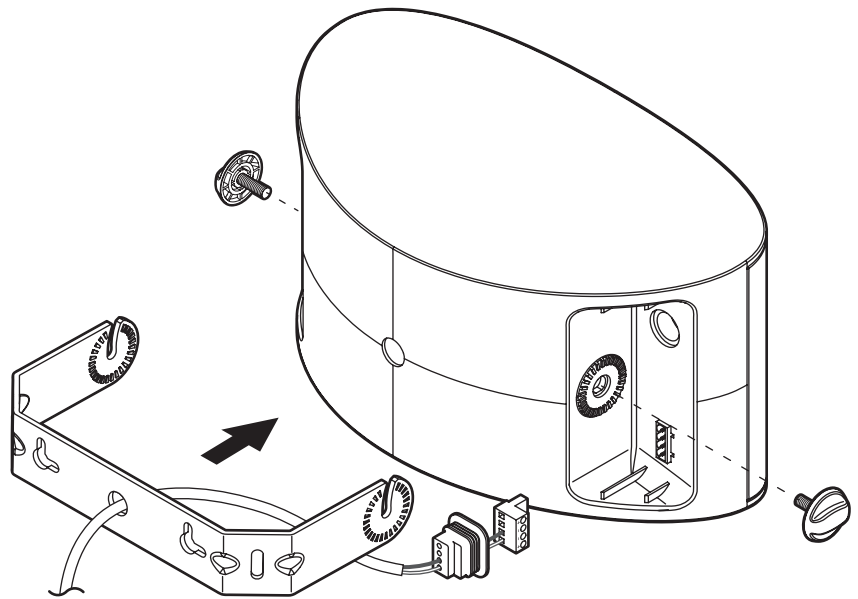

Fig. 4 / Fig. 4 / Abb. 4 / Fig. 4 / Fig. 4 / Fig. 4
**STEP 4:** Insert the phoenix connector into the back of the speaker until seated. Remove the adhesive tape covering the weatherproof phoenix connector cover and press the cover over the phoenix connector to secure. Slide the speaker onto the speaker bracket and tighten the retaining knobs to secure the speaker in place. (Fig. 4)
**ÉTAPE 4 :** Insérer le connecteur Phoenix à l'arrière du haut-parleur jusqu'à enclenchement. Retirer le ruban adhésif recouvrant le couvercle résistant aux intempéries du connecteur Phoenix et appuyer sur le couvercle du connecteur Phoenix pour fixer. Faire glisser le haut-parleur sur le support et visser les boutons de fixation du haut-parleur. (Fig. 4)
**SCHRITT 4:** Stecken Sie den Phoenix-Stecker in die Rückseite des Lautsprechers, bis er richtig sitzt. Entfernen Sie das Klebeband von der wetterfesten Abdeckung des Phoenix-Steckers und drücken Sie die Abdeckung zur Absicherung über den Phoenix-Stecker. Lassen Sie den Lautsprecher auf die Halterung gleiten und befestigen Sie die Halterungsschrauben, um den Lautsprecher zu befestigen. (Abb. 4)
**PASSAGGIO 4:** inserire il connettore Phoenix nel retro del diffusore fino al completo alloggiamento. Rimuovere il nastro adesivo dalla copertura del connettore stagno Phoenix e premere la copertura sul connettore Phoenix per fissarla. Fare scorrere il diffusore sulla staffa e serrare le manopole di ritengo per fissare il posizionamento del diffusore. (Fig. 4)
**PASSO 4:** Insira o conector Phoenix na traseira da coluna até assentar. Remova a proteção da fita adesiva da cobertura à prova de intempéries do conector Phoenix e pressione a cobertura sobre o conector Phoenix para fixar. Deslize a coluna sobre o suporte da coluna e aperte os encaixes de retenção para prender a coluna no sítio. (Fig. 4)
**PASO 4:** inserte el conector phoenix en la parte posterior del altavoz hasta que quede totalmente dentro y firme. Retire la cinta adhesiva de la cubierta impermeable del conector phoenix y presione esta última para fijarla. Deslice el altavoz en el soporte para colocarlo y apriete los controles de retención para fijar el altavoz. (Fig. 4)